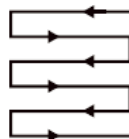

Fig. 20
5. Tondre suivant des rangées qui se chevauchent légèrement. Le modèle le plus efficace pour tondre les pelouses est la ligne droite parallèle à l'une des bordures. Cela permet de tondre la pelouse en rangées régulières et garantit qu'aucun endroit de la pelouse n'a été oublié (Fig. 20).